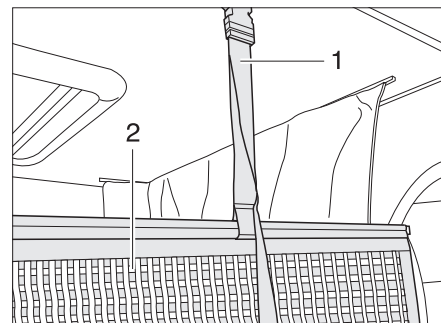

Bild 176 Halterung Sicherungsnetz
Das Sicherungsnetz (Bild 176,2) mit den Haltegurten ist unter der Matratze verstaut. Das Sicherungsnetz erst aufspannen, wenn sich die Personen bereits im Hubbett befinden.
- Die Haltegurte (Bild 176,1) in die Halterungen an der Decke einrasten.